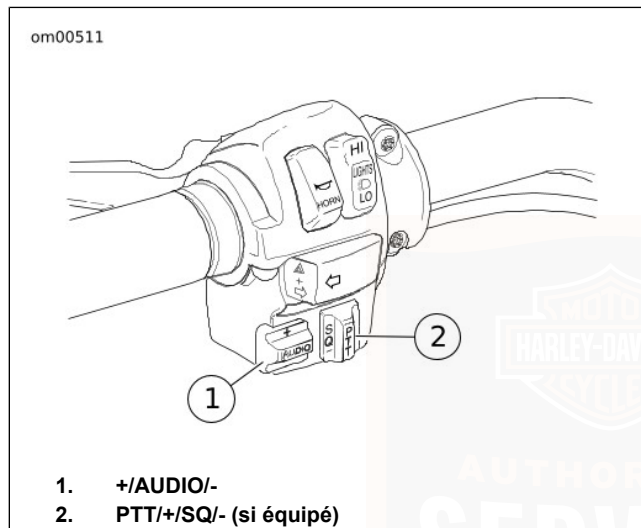

Figure 31. Commandes audio gauches (typique)
2. **Réglage du volume** : Voir Figure 31. Ajuster le volume avec le commutateur de commande **AUDIO** (1) situé sur la poignée gauche. Enfoncer le commutateur de commande **AUDIO** vers le haut (+) pour augmenter le volume ou vers le bas (-) pour diminuer le volume.
3. **Accord manuel** : Maintenir enfoncée la **flèche du haut** ou la **flèche du bas** jusqu'à ce que la fréquence radio souhaitée soit affichée dans l'écran à cristaux liquides (8).
2. **Transmission** : Maintenir enfoncé le commutateur PTT du conducteur (Figure 31) ou le commutateur PTT du passager (Figure 38) pour transmettre. Pour terminer la transmission, relâcher le commutateur **PTT**.
3. **Transmission** : Maintenir enfoncé le commutateur PTT du conducteur (Figure 31) ou le commutateur PTT du passager (Figure 38) pour transmettre. Pour terminer la transmission, relâcher le commutateur **PTT**.
Voir Figure 31. Sur les modèles équipés de la radio bande publique (CB), un commutateur Pousser-pour-parler (**PTT**) et de commutateur de réglage de silencieux (**+/SQ/-**) est situé sur l'ensemble de commutateur inférieur de gauche du guidon.
AUDIO : Voir Figure 31. Appuyer sur le commutateur de commande **AUDIO** pour accéder au menu Audio/Setup (audio/réglage) de l'affichage à cristaux liquides. Appuyer sur **AUDIO** et relâcher ou appuyer sur la touche programmable pour basculer vers la fonction affichée suivante dans la progression de Bass (graves), à Treble (aigus), à Fade (équilibreur), à Display (affichage), à Volume puis à AVC (commande automatique de volume).